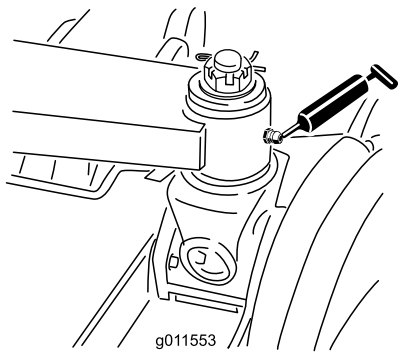

Figure 43
- 6 bagues de bras de levage principal (Figure 42 et Figure 43)